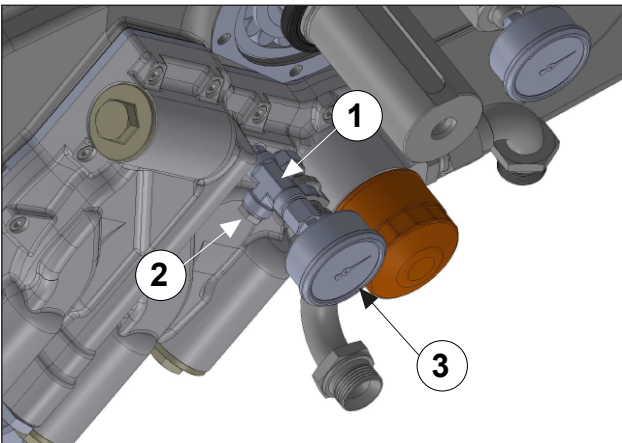

Abb. 134
Montieren Sie den Öltemperatursensor (Pos. ①, Abb. 134).